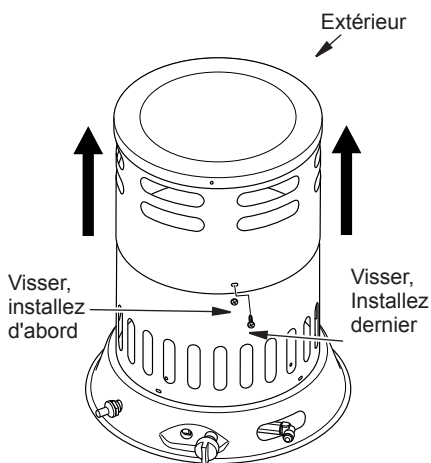

Figure 2 - Soulèvement de l'habillage extérieur
1. Prenez soin de protéger vos mains pendant cette étape. Soulevez enveloppe extérieure vers le haut comme le montre la figure 2, jusqu'à ce que les trous de vis de la ligne et des trous oblongs sont visibles.
2. Installez 3 vis dans les trous inférieurs comme le montre la figure 2. Laisser reposer de coque supérieure à vis inférieures. Les trous et les fentes s'alignent.